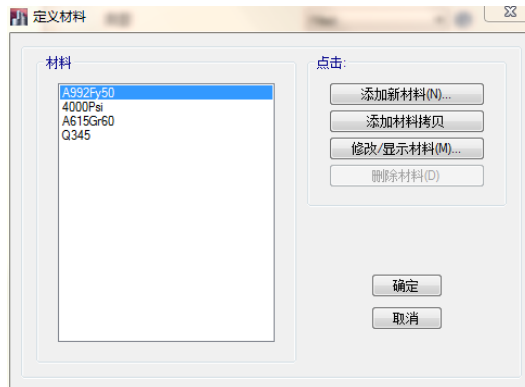

图 3-9 定义材料对话框
- 点击平板材料下拉菜单右侧的，弹出如图 3-9 所示的定义材料对话框。